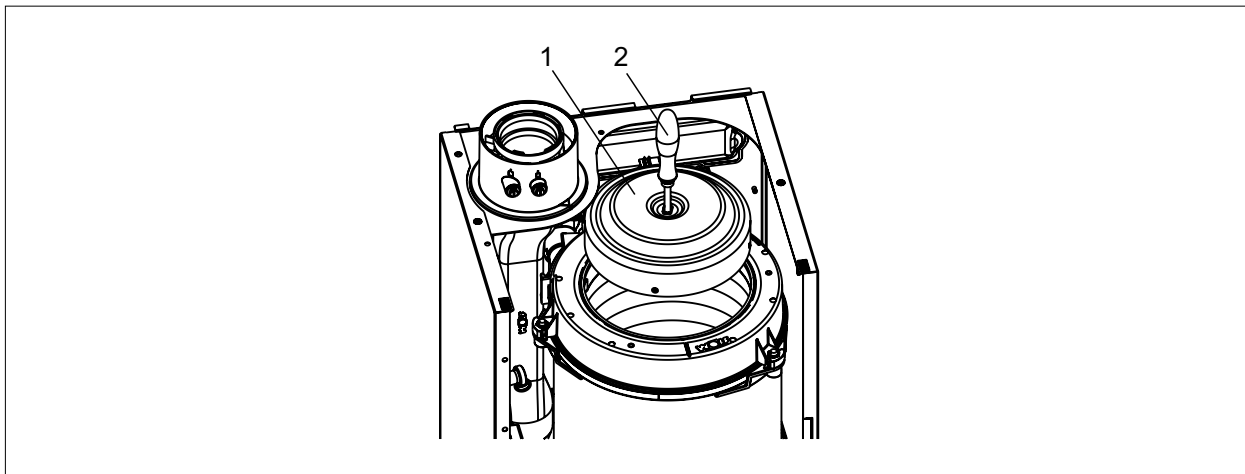

Abb. 6.8 Brennkammertopf-Unterteil ausbauen
- ▶ Brennkammertopf-Unterteil (1) mit Griff der Reinigungsbürste in die Brennkammer einlegen (Abb. 6.8)
- ▶ Isolerring (2) einlegen und andrücken.
- ▶ Schraube (3) am Brennkammer-Oberteil (4) mit Hochtemperaturfett einfetten.
- ▶ Brennkammertopf mit Schraube (5) handfest (4Nm) verschrauben und gesamten Brennkammertopf nach unten schieben.